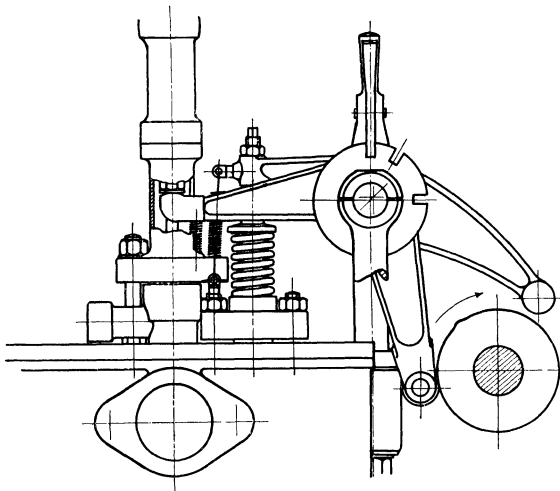

Fig. 42.
h. Sieht man, daß die Maschine die erforderliche Umlaufzahl erreicht hat (dies lehrt die Erfahrung), so ist der Ausschalthebel in die Betriebsstellung zu bringen (Fig. 42), wodurch alsdann die Zündung beginnt.